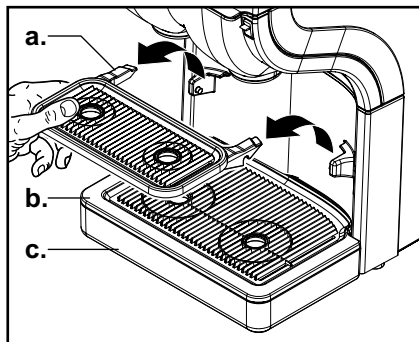

Abb. 32
2. Entnehmen Sie die Tassentrage (a.), das Tropfgitter (b.) und die Tropfschale (c.). (Abb. 32)